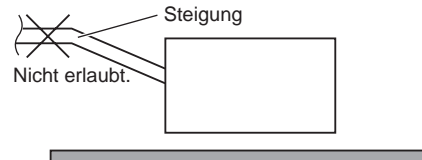

Abb. 3-12
- Das Rohr nicht so einbauen, dass es von der Anschlussstelle aus ansteigt. In diesem Fall fließt das Abwasser zurück in das Gerät, was nach dem Ausschalten Leckwasser verursacht. (Abb. 3-12)